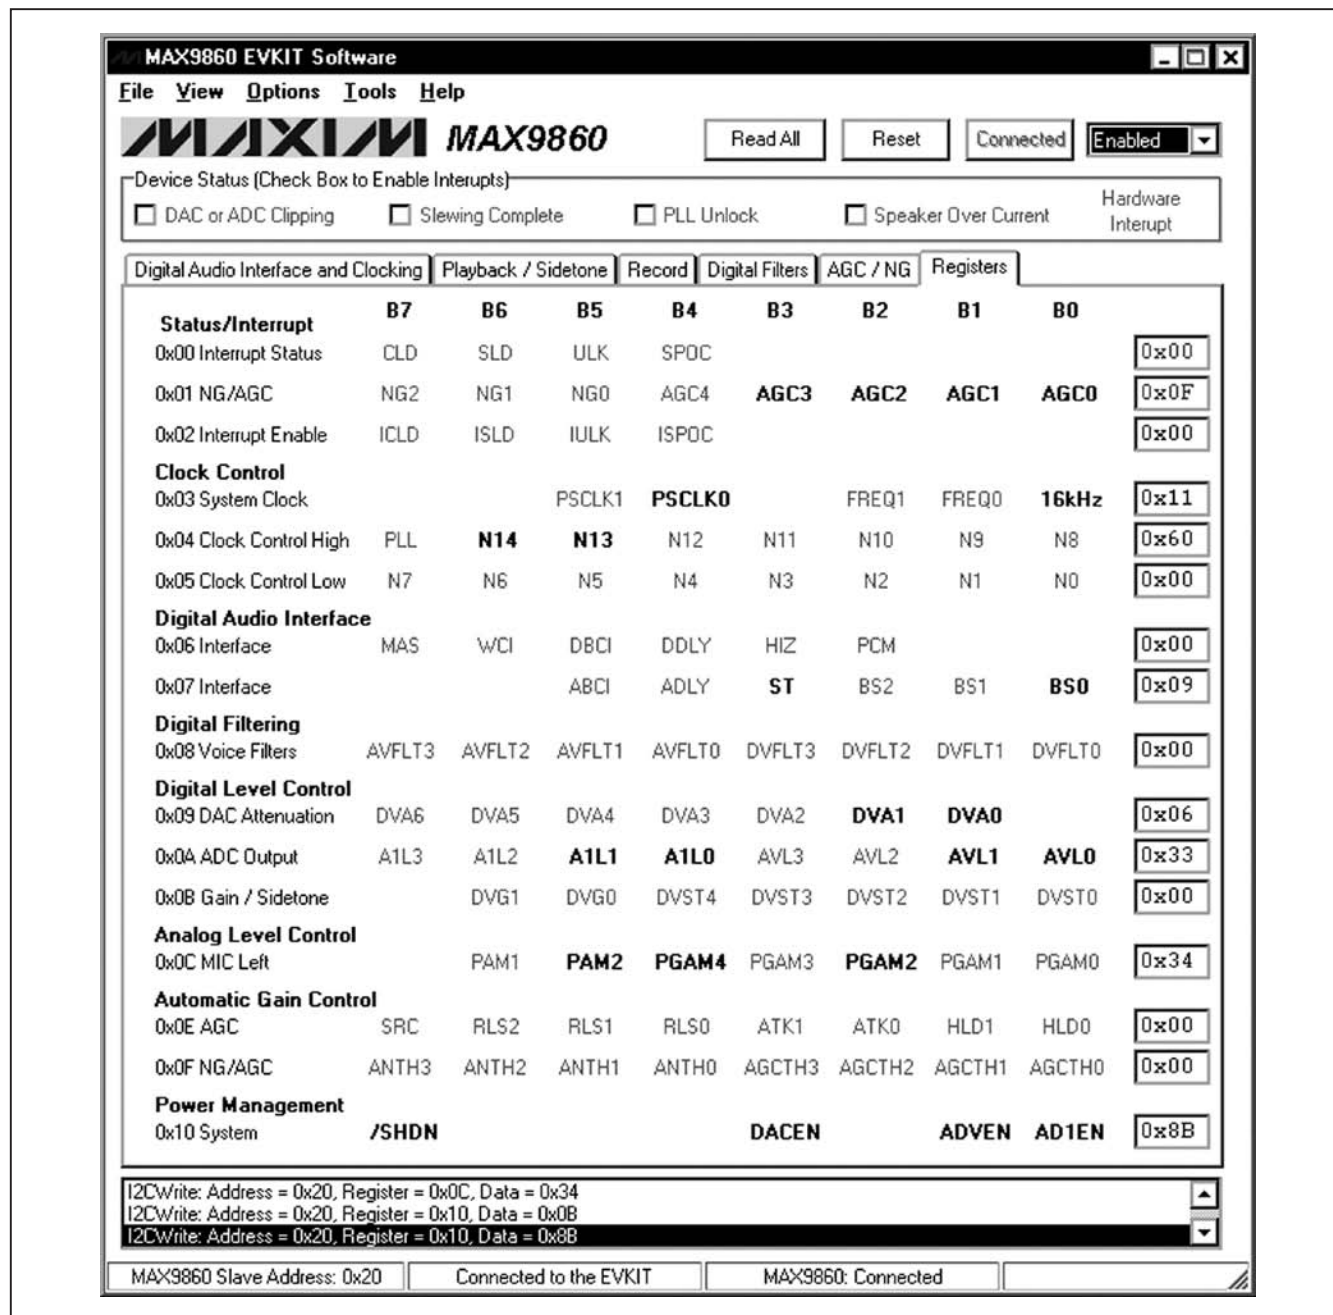

图7. MAX9860评估软件(寄存器标签页)
**Registers**标签页(图7)在一个页面上显示所有的MAX9860寄存器值。若需修改某个寄存器值，在相应的编辑框内输入新值，然后按键盘上的Enter键或点击GUI上的位名称。